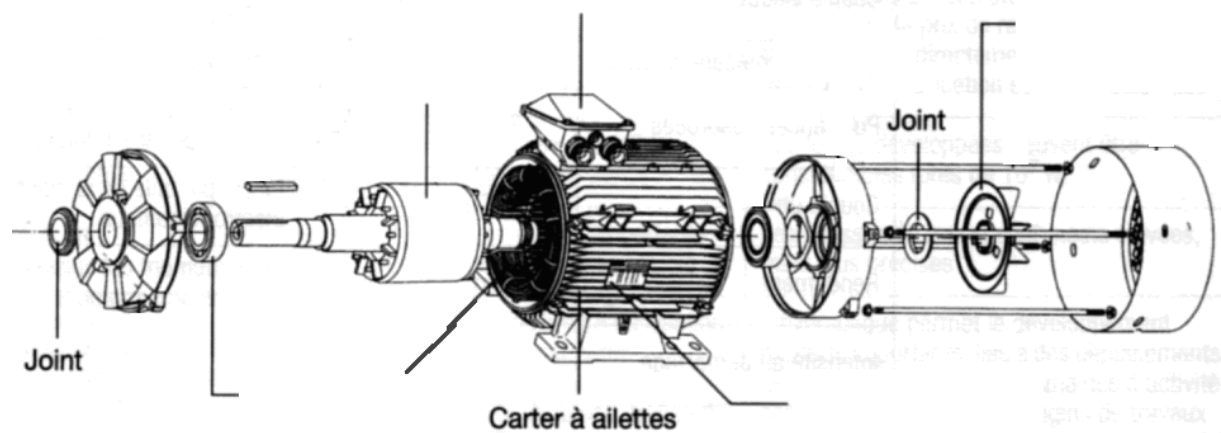

Fig 1 : éclaté d'un moteur asynchrone
**Q1-** Démonter le moteur asynchrone fourni et compléter l'éclaté du moteur **fig 1 (20 min)**